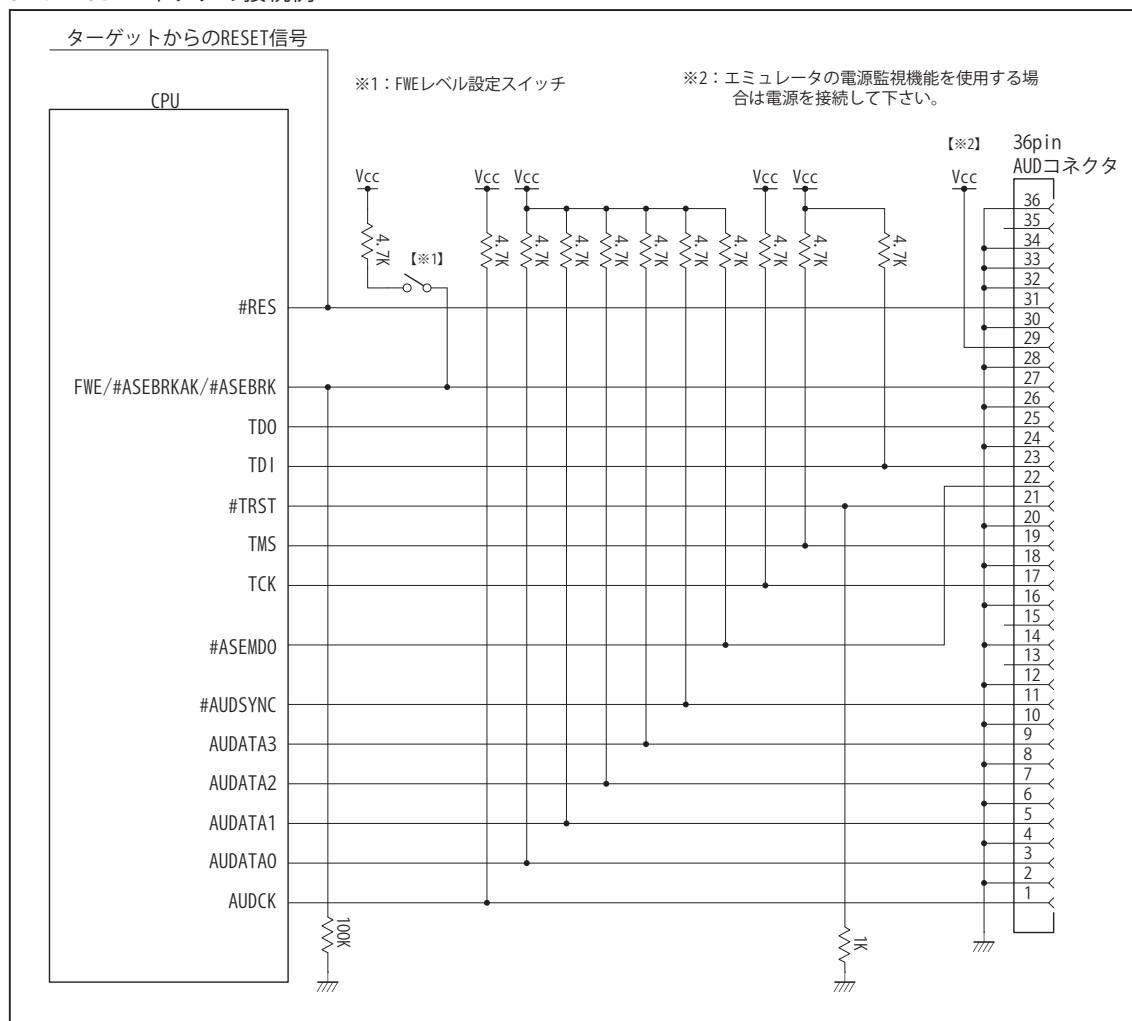

図5. AUD コネクタ接続図
- 図5に記載されている抵抗値は参考値です。
- FWE端子(入力端子)は#ASEBRKAK/#ASEBRK端子(入出力端子)とマルチプレクサされています。そのためFWE端子のレベル設定はVccやGNDに直結せず、図5の様にプルアップ/プルダウン抵抗で行って下さい。